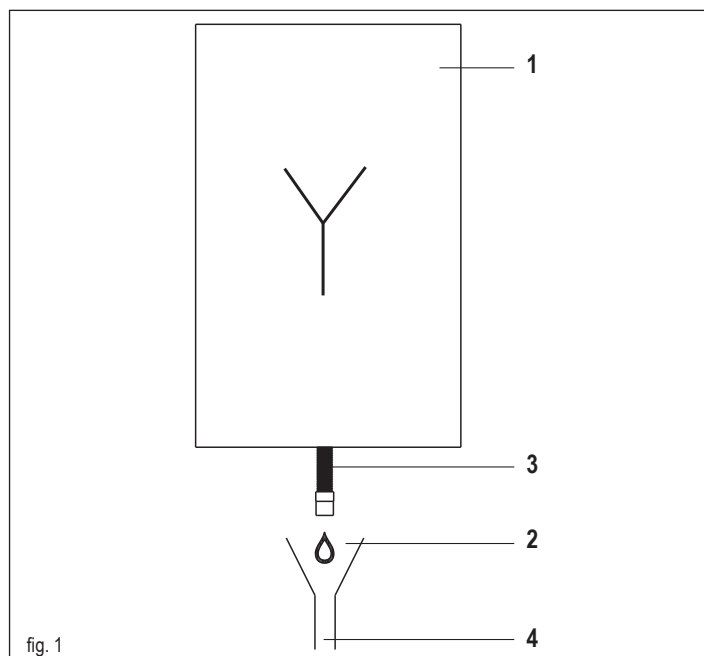

fig. 1
Sistemul de evacuare a condensului trebuie să fie prevăzut cu o separație (2) inspectabilă între conducta de evacuare a condensului aparatului și instalația de evacuare a condensului. Separația trebuie realizată astfel încât să asigure o legătură atmosferică între interiorul conductei sistemului de evacuare a condensului și mediul extern, pentru a evita formarea, la nivelul conductei de evacuare situate în aval față de produs, a unei presiuni pozitive sau negative față de cea a mediului extern. Fig. 1: exemplu de racordare între conducta de evacuare a condensului (3) și sistemul de evacuare (4).